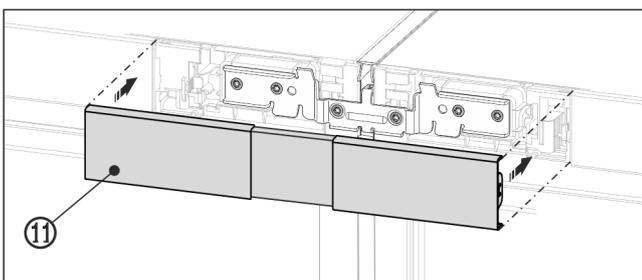

Fig. 23 Représentation à titre d'exemple
- ▶ Clipser le cache *Fig. 23 (11)* supérieur sur l'interstice encore ouvert des deux panneaux du bandeau de commande. Veiller à ce que les parties externes du cache se ferment en affleurant les panneaux du bandeau de commande.